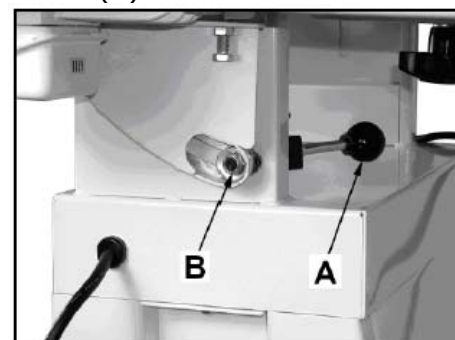

Рис. 13
Отключите станок от эл.питания. Зажимная функция рукоятки (A) (Рис. 13) регулируется. Для этого установлены самоконтражащаяся гайка (B).
Если немного ослабить крепление двигателя (A) (Рис. 13), с помощью регулировочных винтов (B) можно изменить движение ленты.